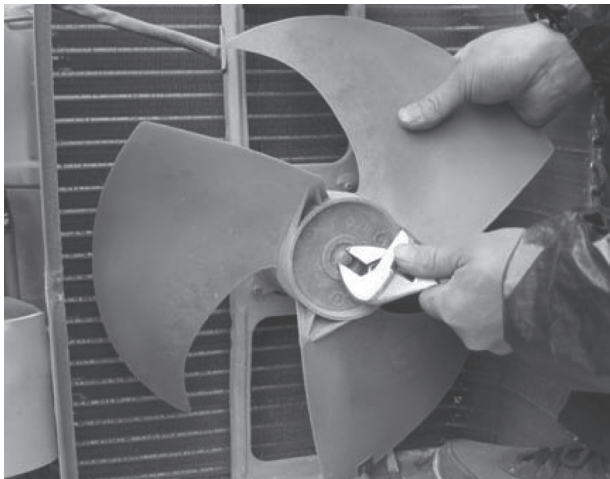

图 7-24 拆下风扇
3) 观察风机扇叶没有碰到任何东西，肯定是风机引起，拆下来风扇，如图 7-24 所示，发现是由于电动轴承缺油后长时间使用，内部钢珠变形所致。